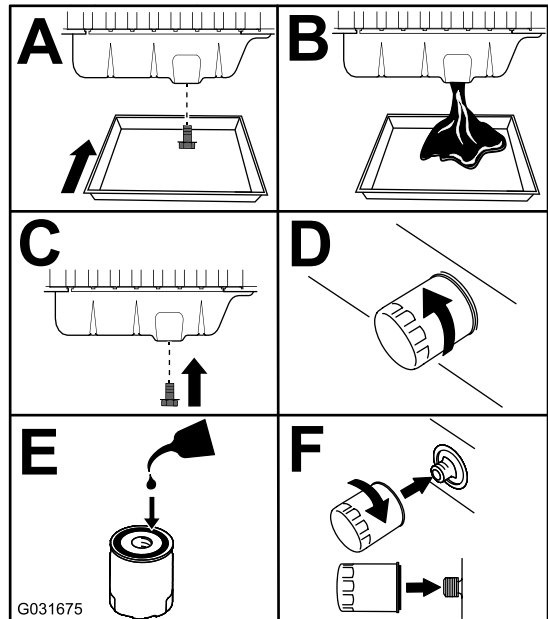

Figura 75
3. Cambie el aceite del motor y el filtro (Figura 75).